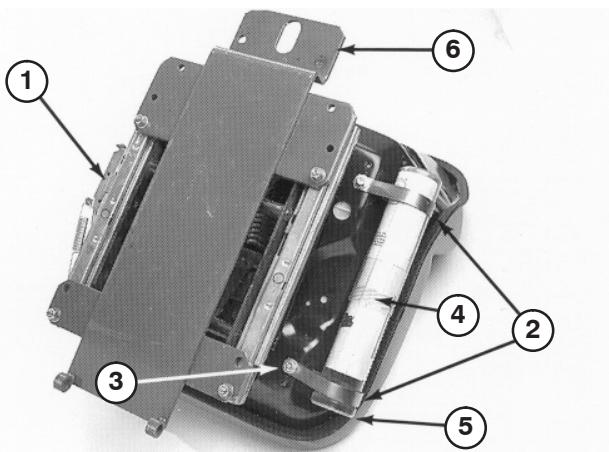

Bild 12
- Montieren Sie die Sitzfederung unten am Sitz mit vier Kopfschrauben und befestigen Sie diese mit vier Sicherungsscheiben, Flachscheiben und Muttern (Bild 12).
- Befestigen Sie die beiden R-Schellen lose mit zwei Kopfschrauben und Flachscheiben (liegen dem Sitz bei) an der rechten Seite der Sitzunterseite (Bild 12). Setzen Sie das Rohr für die Bedienungsanleitung in die R-Schellen ein und ziehen Sie die Klemmmuttern fest (Bild 12).
- Montieren Sie die Sitzstütze über vier Gewindebolzen unten an der Sitzfederung und befestigen Sie diese mit Bundmuttern (Bild 12).